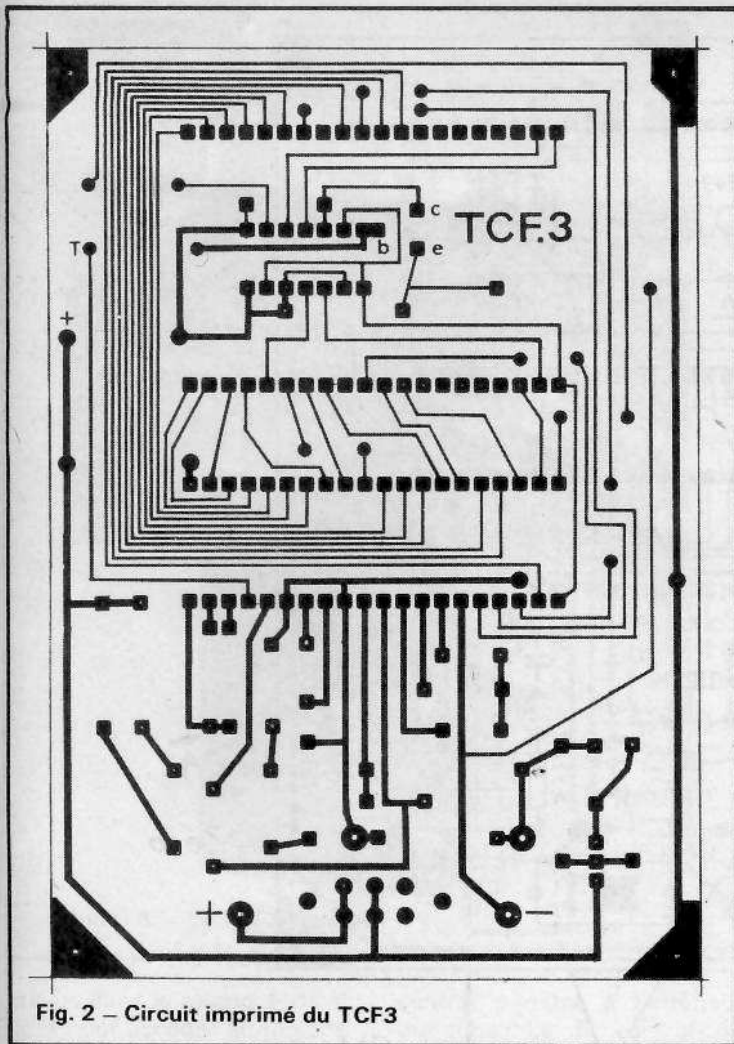

Fig. 2 - Circuit imprimé du TCF3
2. Le circuit imprimé (voir fig. 2)